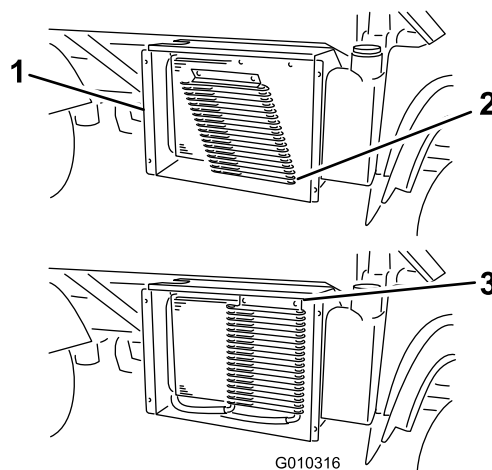

Figure 15
1. Insérez les languettes de montage du refroidisseur dans les fentes situées sous le radiateur (Figure 15).
2. Relevez le refroidisseur et fixez le haut sur le radiateur avec les fixations 1/4 de tour (Figure 15).